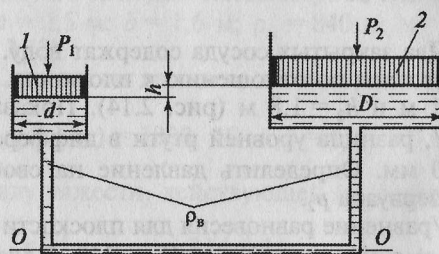

Рис. 2.15
**Задача 2.16.** Какую силу нужно приложить к поршню 2, чтобы уравновесить действие силы  $P_1$ , действующей на поршень 1 диаметром  $d$  (рис. 2.15), если  $P_1 = 147 \text{ Н}$ ;  $D = 300 \text{ мм}$ ;  $d = 50 \text{ мм}$ ;  $h = 300 \text{ мм}$ ;  $\rho_{\text{в}} = 10^3 \text{ кг/м}^3$ ;  $g \sim 10 \text{ м/с}^2$ ?